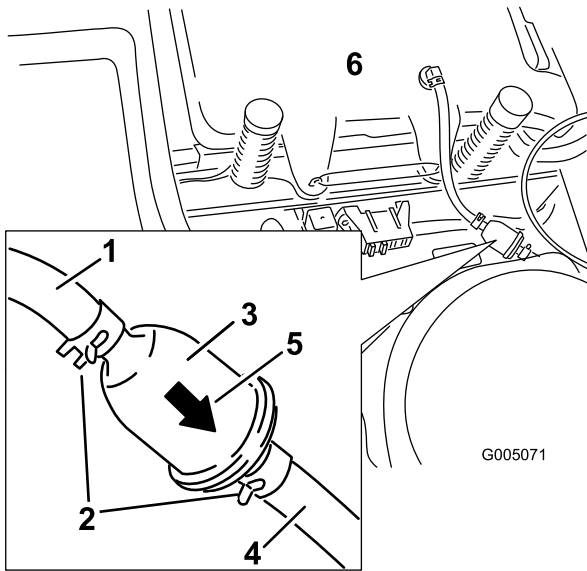

Bild 30
- Drücken Sie die Enden der Schlauchklemmen zusammen und schieben Sie sie vom Filter weg (Bild 30).
- Setzen Sie einen neuen Filter ein. Der Pfeil für die Flussrichtung muss vom Kraftstofftank zum Motor zeigen. Schieben Sie die Schlauchklemmen eng an den Filter (Bild 30), um ihn zu befestigen.